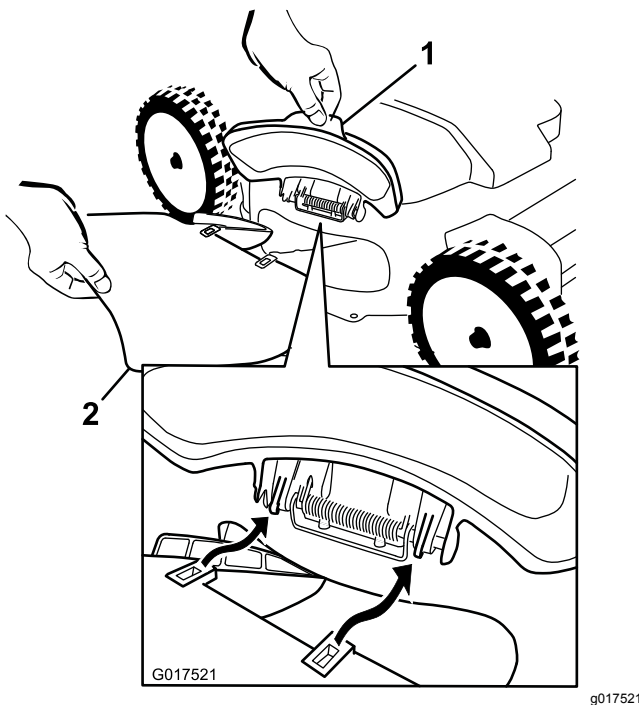
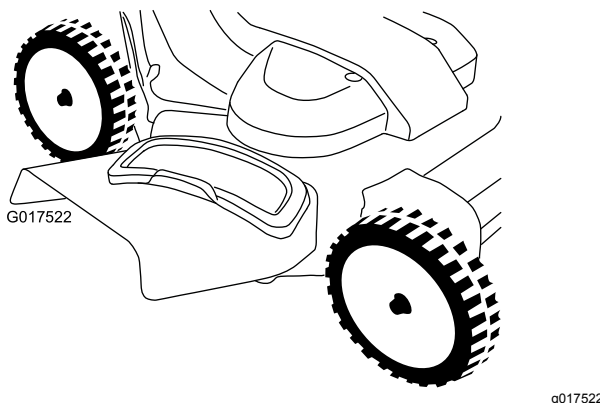

Figura 27
Figura 28
1. Levante la puerta de descarga lateral (Figura 27).
2. Instale el conducto de descarga lateral según se muestra en Figura 27 y Figura 28, y cierre la puerta sobre el conducto.